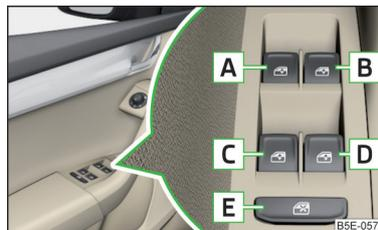

Abb. 46 Tasten der Fensterheber
## Tasten der Fensterheber » Abb. 46
► Die Taste **E** » Abb. 46 drücken.
Nach dem Öffnen der Fahrer- oder Beifahrertür ist die Bedienung der Fenster nur über die Taste **A** » Abb. 46 möglich, indem diese für ca. 2 s gedrückt bzw. gezogen wird.
- Die Taste  » *Abb. 46 auf Seite 64* in der Öffnungsstellung halten.
- Die Taste  » *Abb. 46 auf Seite 64* in der Schließstellung halten.